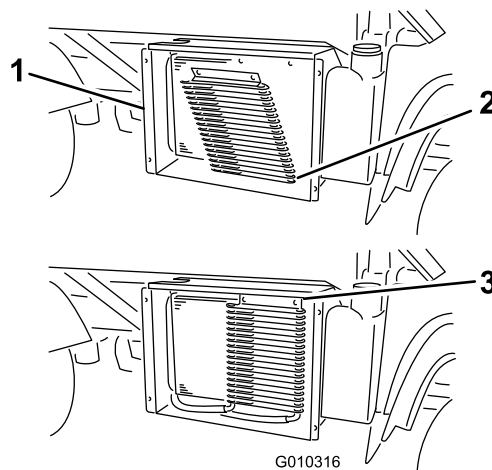

Figure 54
6. Le cas échéant, tournez les verrous et faites pivoter le refroidisseur d'huile pour l'éloigner du radiateur (**Figure 54**).